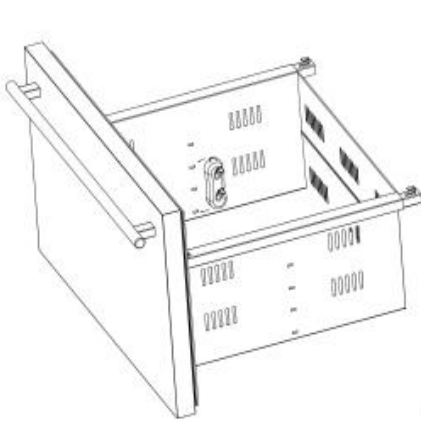

Figure 1
**Étape 1 :** Installez la fixation du séparateur 1 pièce à droite et 1 pièce à gauche des deux côtés du tiroir supérieur (figure 1) et du tiroir inférieur (figure 2).